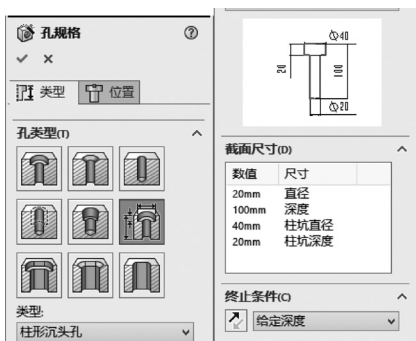
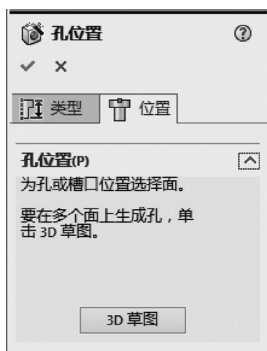
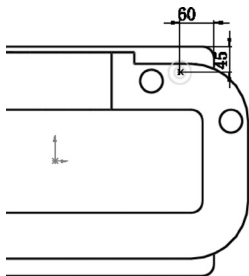
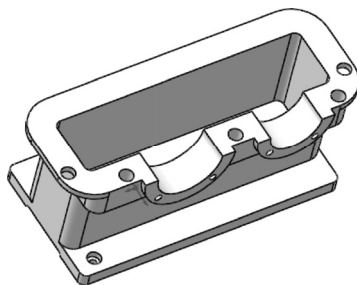

图 9-78 “孔规格”对话框
图 9-79 “孔放置”对话框
图 9-80 在下箱体底座上表面设置钻孔位置
图 9-81 通过“异型孔”工具创建的底座安装孔
**01** 创建异型孔。选择下箱体底座上表面为草图绘制平面。选择菜单栏中的“插入”→“特征”→“孔”→“向导”命令，或单击“特征”控制面板中的“异型孔向导”按钮，弹出“孔规格”属性管理器。选取“旧制孔”，在“孔类型”多选框中选择“柱形沉头孔”；设置“终止条件”为“给定深度”，并在“截面尺寸”输入框中设置底座安装孔的尺寸属性，如图 9-78 所示。单击“位置”按钮，系统弹出“孔位置”对话框，同时光标变为形式，提示输入钻孔位置信息，如图 9-79 所示。单击下箱体底座上表面，并设置钻孔位置的定位尺寸，如图 9-80 所示。最后单击“确定”按钮，完成底座安装孔创建，如图 9-81 所示。